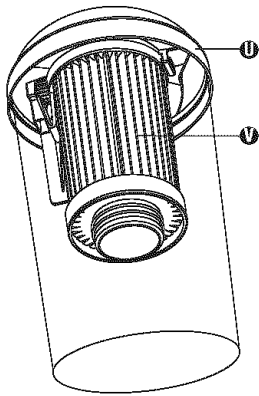

FIG. 12
Step 3: Rotate the dust cup lid **3** counterclockwise to remove. The dust cup filter **4** comes out with the dust cup lid (FIG. 12).
Paso 3: Haga girar la tapa del recipiente para polvo **3** hacia arriba e izquierda para quitarla. El filtro del recipiente para polvo **4** sale con la tapa del recipiente para polvo (FIG. 12).